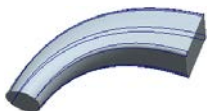
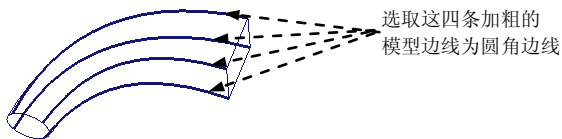

图 4.3.53 创建圆角特征
图 4.3.54 选取模型边线
Step8. 创建图 4.3.53 所示的圆角。圆角边线为图 4.3.54 所示的四条边线，圆角半径值为 10.0。